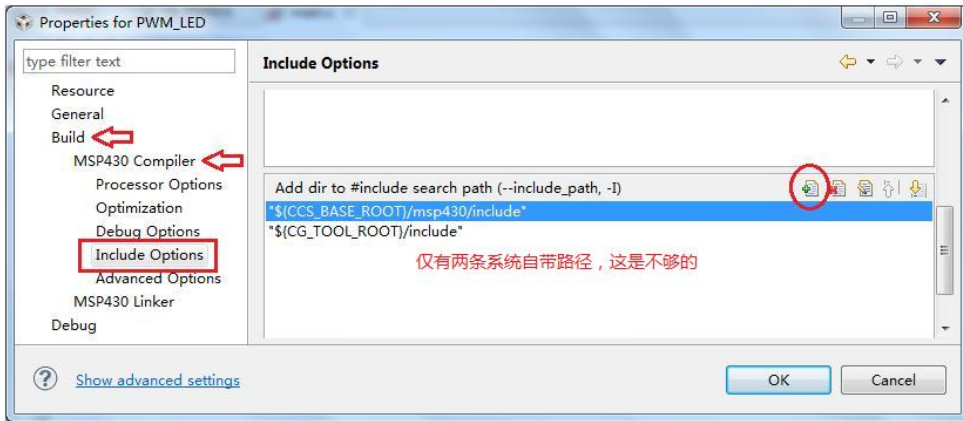
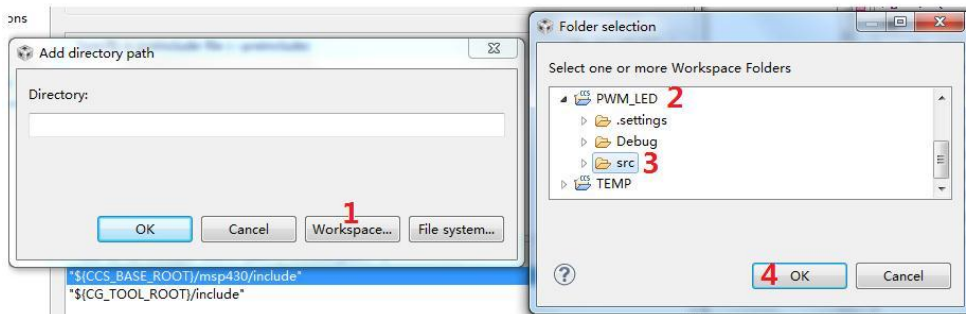
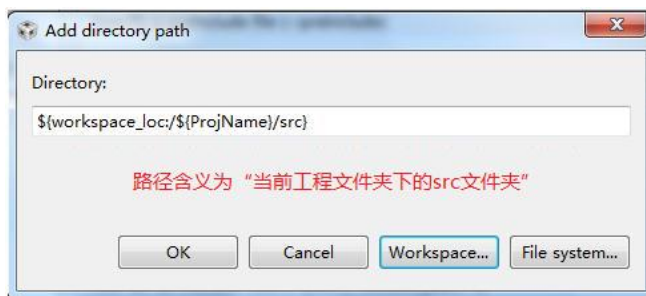

图 6.19 工程属性设置界面
图 6.20 从工作空间中选择文件包含路径
图 6.21 外部文件的相对路径
- 2) 回到如何正确设定文件包含路径这个主题上来，PWM_LED/src 是不会自动出现的，一定要靠人工设置。在工程上点击右键菜单，选择最下面的 Properties，就可得到图 6.19 所示的工程属性设置界面。
- 3) 参考图 6.19，依次点击 Build → MSP430 Compiler → Include Options，我们可以看到默认只有两条系统路径，没有我们自己的文件路径。点击 添加文件路径，将进入图 6.20 所示的 Add directory path 窗口。依次点击 Workspace → PWM_LED → src → OK 就选定了外部文件路径。
- 4) 点击 OK 后，我们得到图 6.21 所示的窗口。\${workspace_loc:\${ProjName}/src} 里面包含有“通配符”，可以指明相对路径。这样定义路径的好处是，无论将来把程序复制到哪台计算机上，都不用重新设置路径，因为路径的含义是“工作空间下对应的工程文件夹里的 src 文件夹”。这也就是为什么在图 6.20 中，我们选择点击 workspace 选择路径，而不去选择 File system 设置路径的原因。